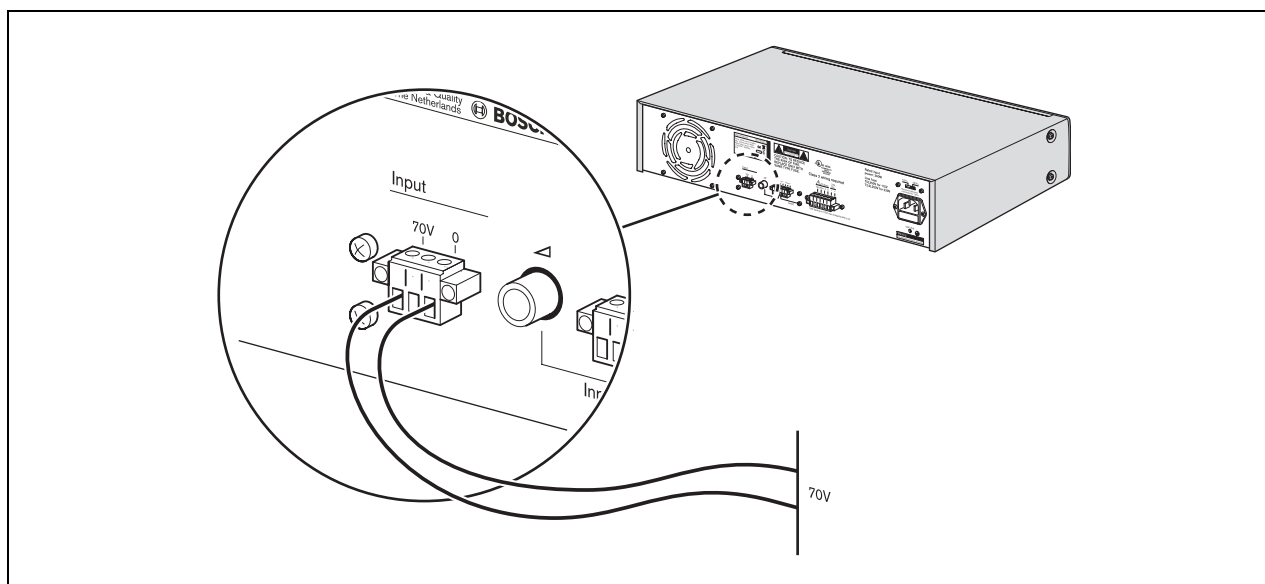

figure 4.2: Connexion d'un signal d'entrée 70 volts
Un signal d'entrée de 70 V peut être connecté à un connecteur de borne à vis enfichable Euro (2) à l'arrière de l'unité comme illustré en figure 4.2.